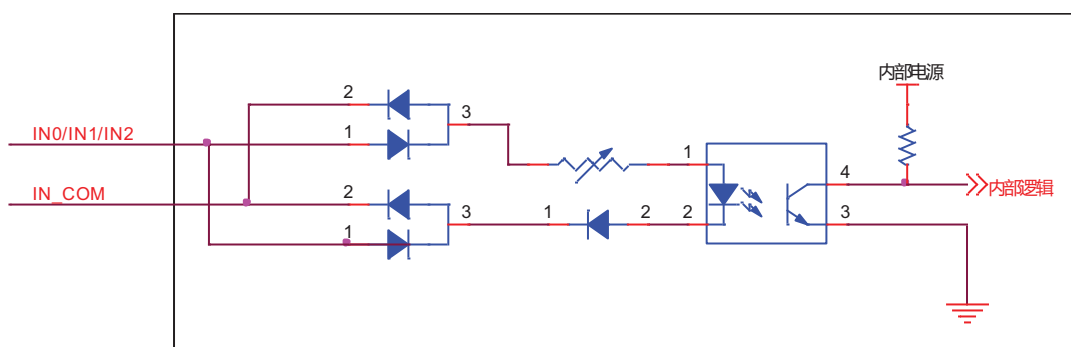

图5-15 I/O 输入接线
- I/O 接口的输入接法：（输入电压范围 5~30V DC），如图 5-15 所示。